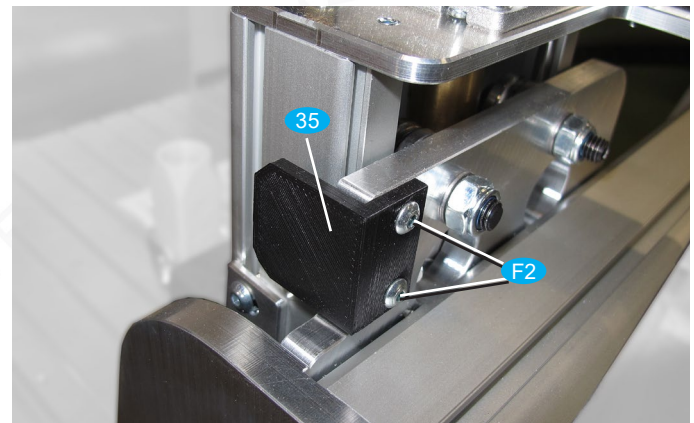

Bild 33: Referenzwinkel für die Z-Achse
- Der Referenzwinkel **35** dient zur Auslösung des Referenzschalters der Z-Achse. Montieren Sie den Winkel mit Flachkopfschrauben **F2** am Schlitten, wie in Bild 33 gezeigt.